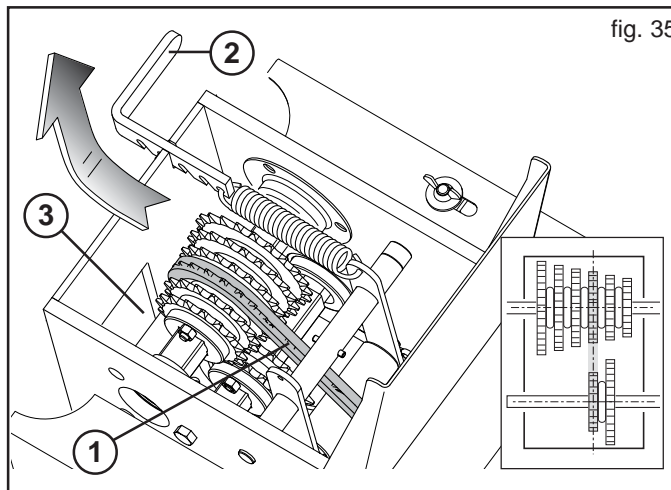

fig. 35
- Per spostare la catena, aprire il coperchio della scatola del cambio ed allentare la catena (1, Fig. 35) mediante la leva (2);
- Porre la catena sugli ingranaggi individuati ed allinearli (Fig. 35).
- Tendere nuovamente la catena con la leva (2, Fig. 35) e chiudere il coperchio.
Per un miglior accesso al cambio, è possibile usufruire anche dell'apertura inferiore (3, Fig. 35).